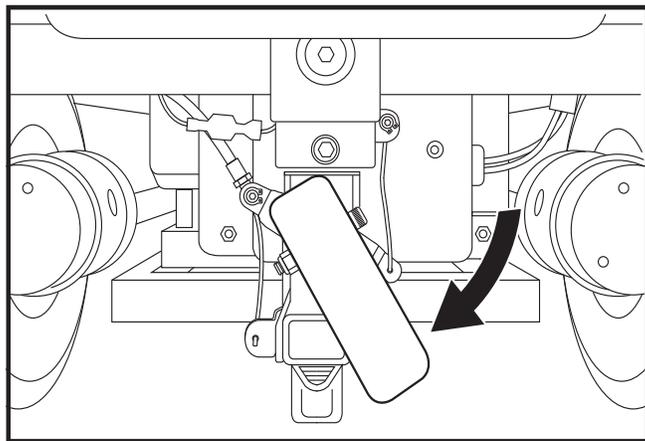

Figure 8. Mode « roues libres » (débrayé)
1. Tirez les leviers de débrayage vers l'extérieur et faites-les pivoter dans le sens des aiguilles d'une montre pour passer au neutre (moteurs débrayés). **Voir la figure 8.**